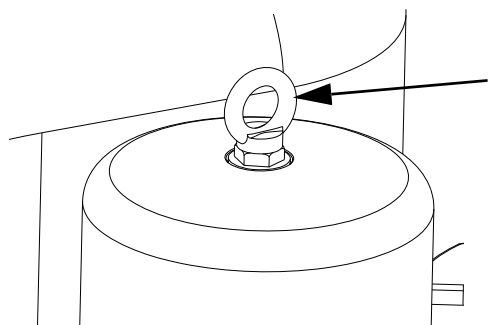

Рис. 31 Проушина
- Вывинтите проушину из крышки двигателя. См. рис. 31.